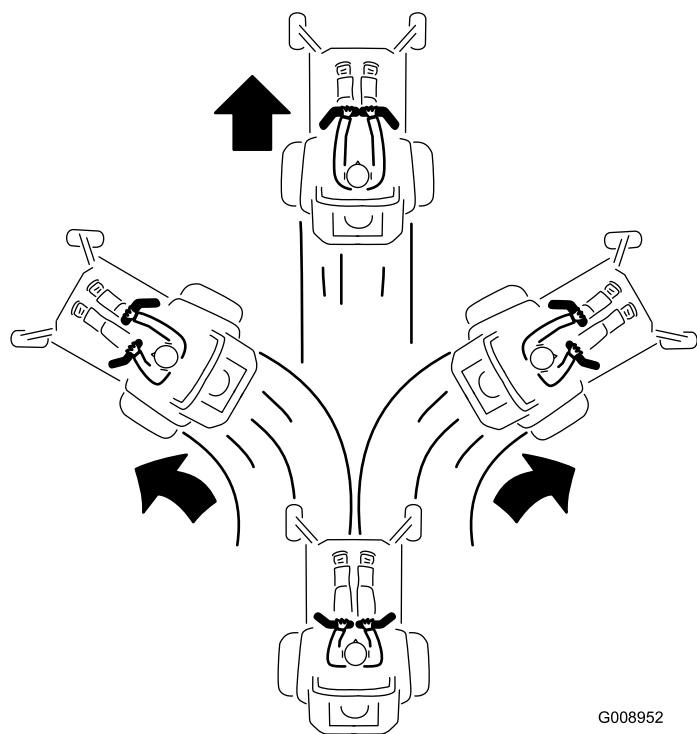

図 26
3. 前進するには、左右の走行コントロールレバーをゆっくりと前へ押し出す 図 26。